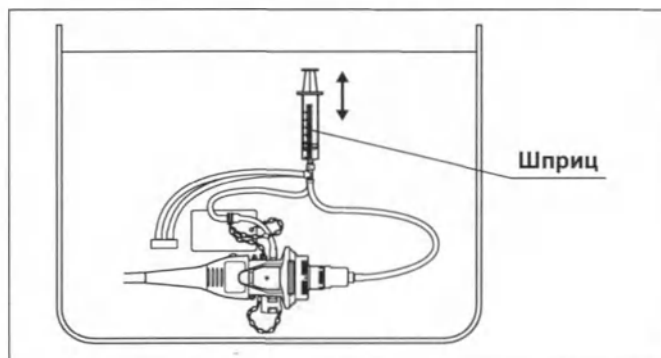

Рисунок 5.49
- 6** Полностью погрузив шприц в воду, медленно оттяните поршень шприца, чтобы заполнить шприц водой. Затем надавите на поршень, чтобы промыть аспирационный канал 90 мл воды (т. е. прокачав содержимое шприца не менее трех раз). (См. рис. 5.49)
- 8** Полностью погрузив шприц в воду, медленно оттяните поршень шприца, чтобы заполнить шприц водой. Затем надавите на поршень, чтобы промыть канал подачи воздух/вода 90 мл воды (т. е. прокачав содержимое шприца не менее трех раз). (См. рис. 5.49)